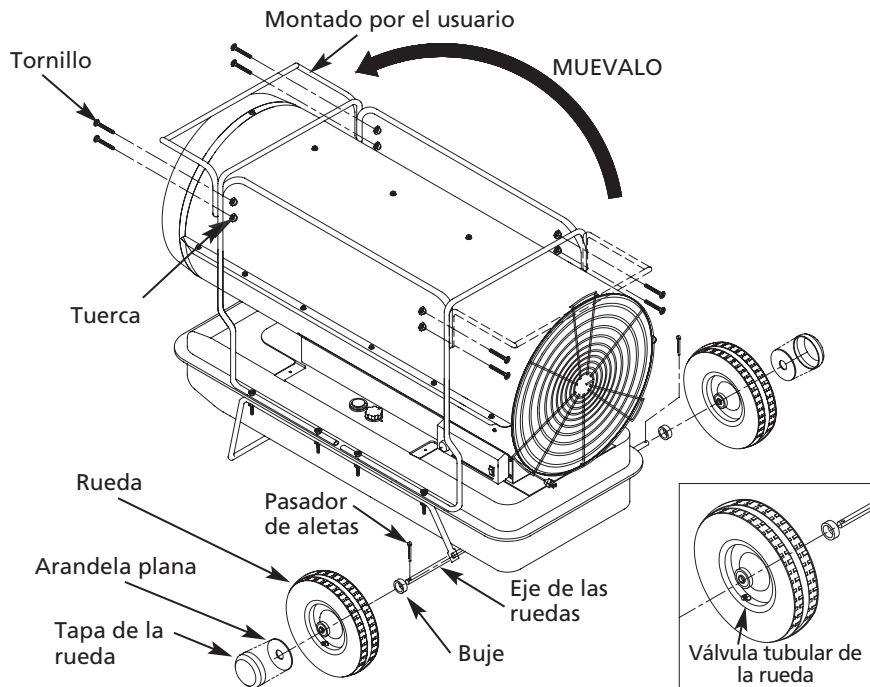

Figura 5 – Montaje de las Ruedas y los Asideros
NOTA: Cuando se instalan las ruedas, la válvula tubular debe quedar orientada hacia fuera en vez de hacia el armazón de soporte (Figura 5).
5. Mueva la parte frontal desmontada del asidero al asidero en el lado frontal como se muestra en la Figura 5, y luego apriete 4 tornillos después de emparejar el asidero con la parte frontal del asidero.